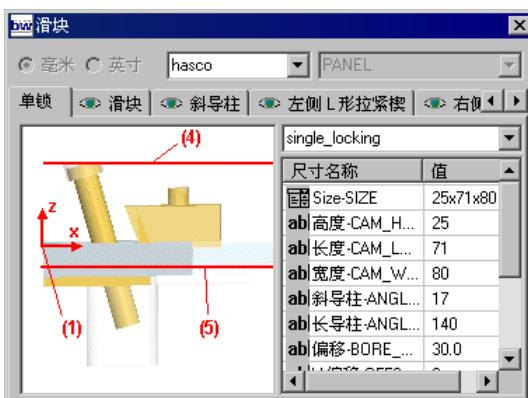
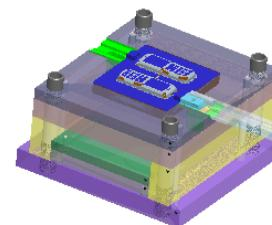

图 31.68 “滑块”对话框
图 31.69 定义斜导柱滑块 1
Step8. 定义斜导柱滑块 1。将模型显示状态切换到着色显示, 取消基准面、基准轴和基准点的显示, 显示基准坐标系; 单击 **EMX 常规** 功能选项卡 **视图** 控制区域中的 **显示** 按钮, 在弹出的快捷菜单中选择 **动模**; 单击 **EMX 常规** 功能选项卡 **功能单位** 控制区域中的 **滑块** 按钮后面的小三角按钮, 在弹出的快捷菜单中选择 **定义** 按钮, 此时系统弹出图 31.68 所示的“滑块”对话框; 单击对话框中的 **(1)坐标系** 按钮, 系统弹出“选择”对话框, 选择 Step5 创建的坐标系 ACS0; 采用系统默认的滑块参数, 单击“完成”按钮 **✓**, 结果如图 31.69 所示。